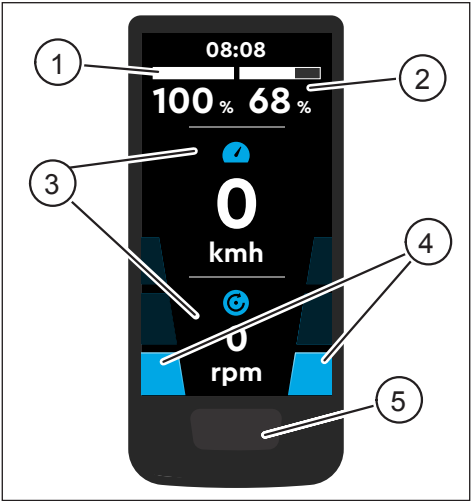
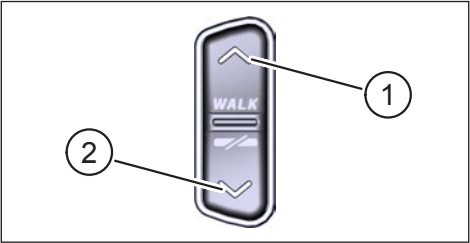

Fig. 1: Funcionamiento y componentes de indicación en el Display
Fig. 2: Funcionamiento en el Remote
| Pos. en Fig. 1 | Descripción  |
| Pos.enFig. 2 | Descripción  |
- ▶ Mantenga pulsado el botón en el Display (Pos. 5 en Fig. 1) y el botón ABAJO en el Remote (Pos. 2 en Fig. 2) durante al menos 5 segundos.
- Con una doble pulsación de sobre el botón de la Display (Pos. 5 en Fig. 1) se pasa a la siguiente vista de la pantalla.